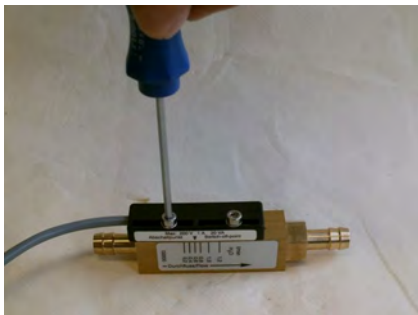

Abb. 31: Feststellschrauben lösen
1. Feststellschrauben (Abb. 31) des Schaltkontaktes mit einem Sechskant-Schraubendreher so weit lösen, dass der Schaltkontakt abgenommen werden kann
8. Feststellschrauben (Abb. 31) wieder festdrehen, dabei Anziehdrehmoment einhalten ( Kapitel 11.1 „Schrauben-Anziehdrehmomente“ auf Seite 62)